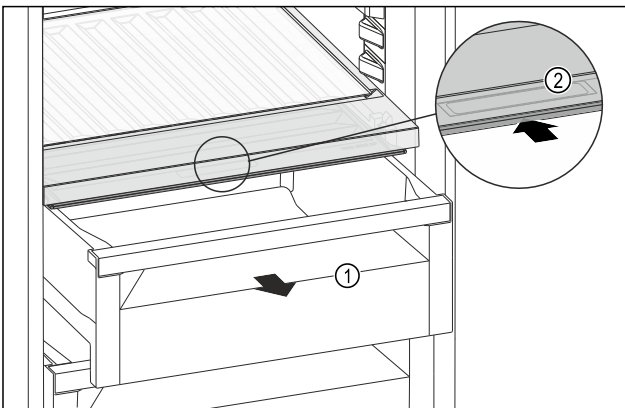

Fig. 123
- Schuifvak Fig. 123 (1) uittrekken.
- Greeplijst Fig. 123 (2) op het vakdeksel vastpakken en het vakdeksel gelijktijdig naar achteren schuiven.